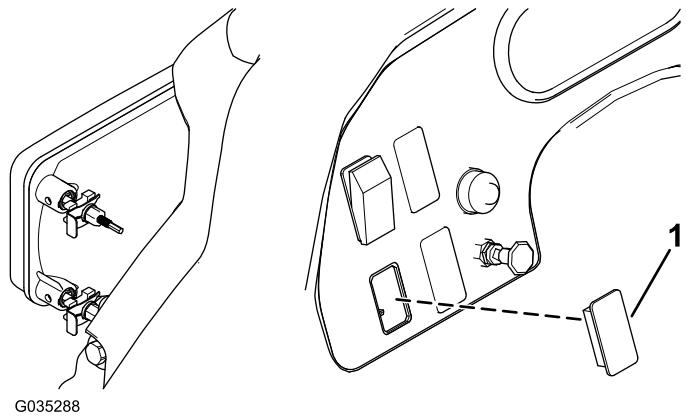

Figure 7
1. Retirez l'obturateur en plastique sur le côté gauche de la planche de bord (Figure 7).